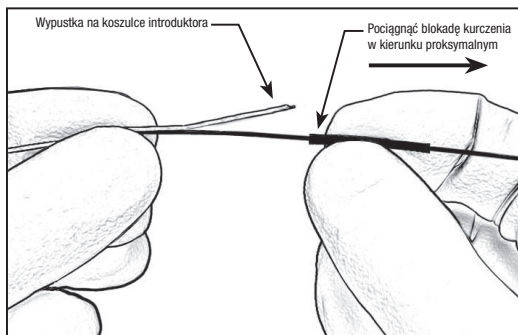

Rys. 2 – Kontroler odłączania AZUR
odłączania AZUR. Patrz rys. 2. **W tym momencie nie wolno naciskać przycisku odłączania.**
31. Podłączyć końcówkę proksymalną popychacza wprowadzającego do kontrolera odłączania AZUR, pewnie wprowadzając proksymalny koniec popychacza wprowadzającego do lejkowej części kontrolera odłączania AZUR. Patrz rys. 2.